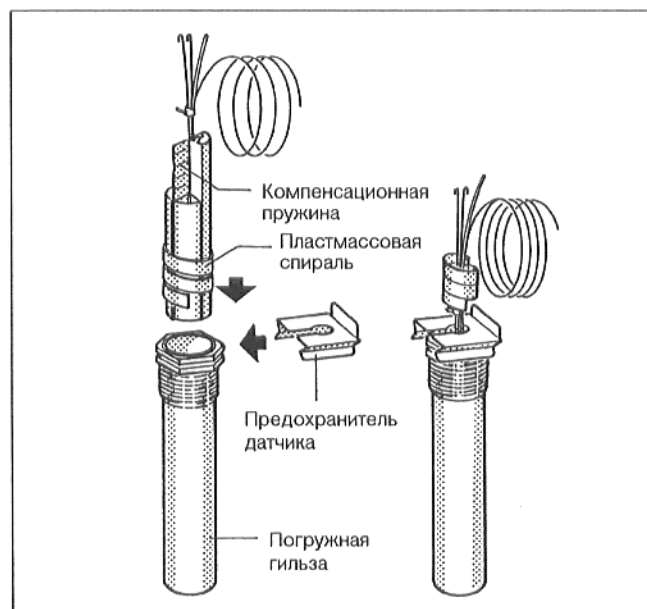

Рис. 21
- Пластмассовая спираль, предназначенная для того, чтобы удерживать вместе датчики, при вставлении автоматически перемещается назад (Рис. 21).
Чтобы обеспечить контакт между погружной гильзой и поверхностями датчиков и, тем самым, надежную передачу температуры, необходимо вставить между датчиками компенсационную пружину (Рис. 21).
- Сбоку или сверху надеть на головку погружной гильзы предохранитель датчиков (Рис. 21).